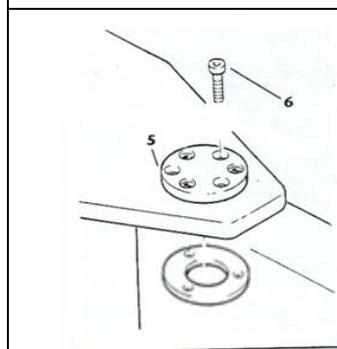

fig. 48
4. Bloccare, con le coppie di serraggio riportate in tabella, i perni **5** con le relative viti **6** nei tre fori a 120° ricavati sulla flangia dei perni **5** (fig. 48).